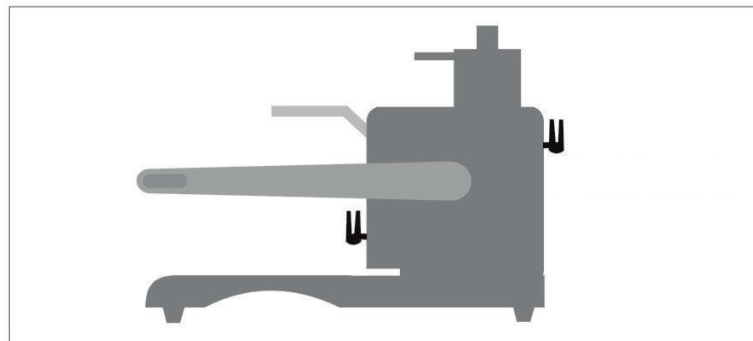

Abb. 4
- ▲ Am Gerät gibt es zwei Einhängenvorrichtungen für Spiralen – eine auf der Vorderseite und eine auf der Rückseite (siehe Abb. 4). Benutzen Sie eine der beiden Einhängenvorrichtungen nach Ihren persönlichen Vorlieben.